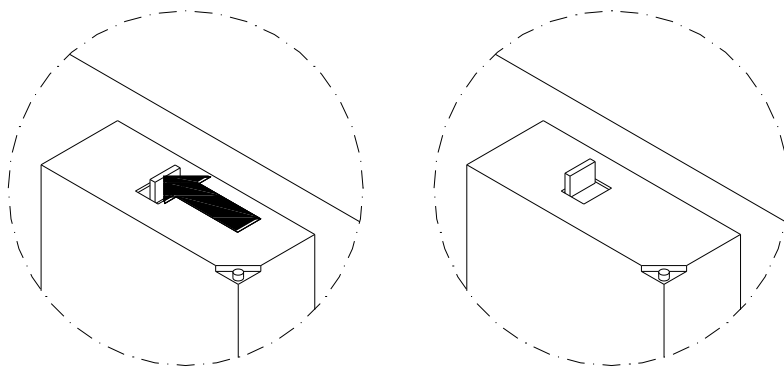

Figure 27 – Rétablissement du Monitoring
- rétablir le relais de monitoring comme la Figure 27 le montre.